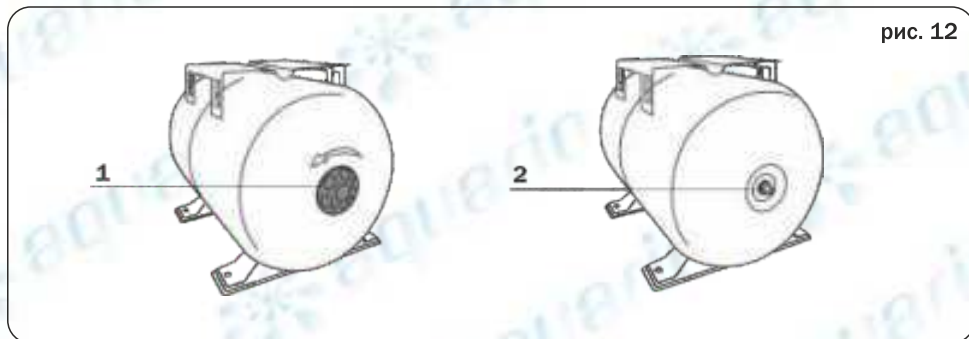

рис. 12
3. Открутить защитный колпачок (1) с ниппеля (2) гидроаккумулятора (рис.12).